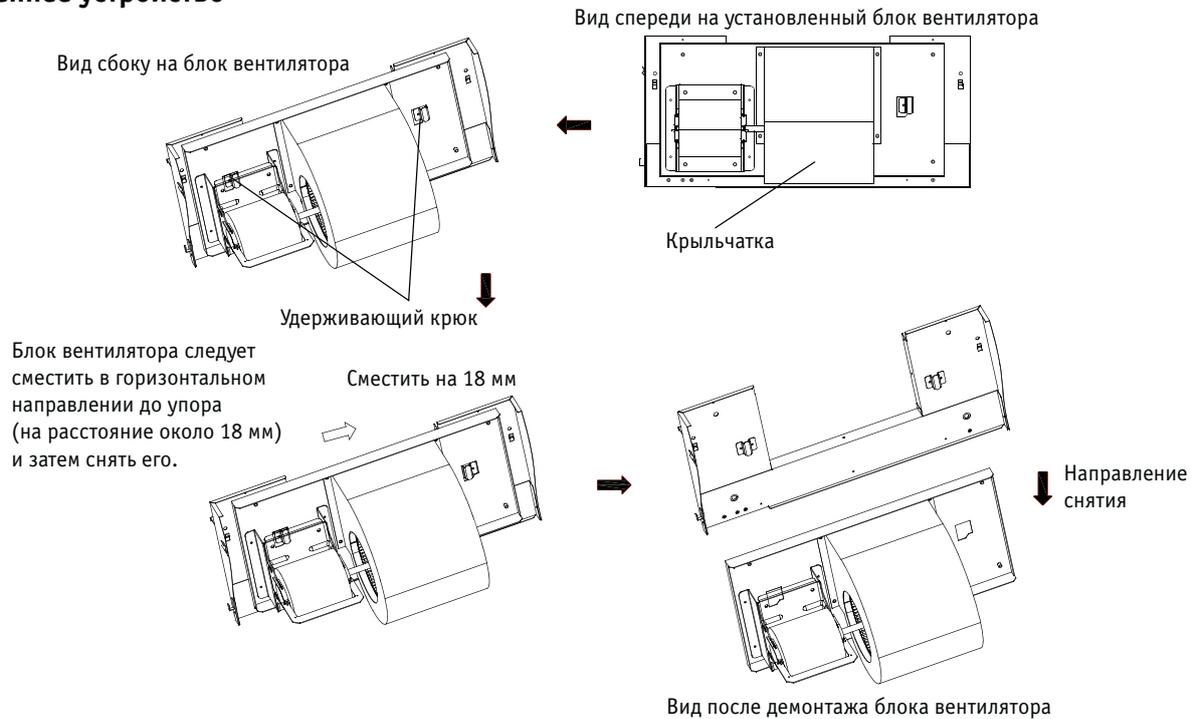

Рис. 5-14
2. Извлеките все 11 винтов крепления предохранительного дренажного поддона, а затем отсоедините поддон как показано на Рис. 5-14.
3. Снимите поддон по направлению стрелки, показанной на Рис. 5-14.